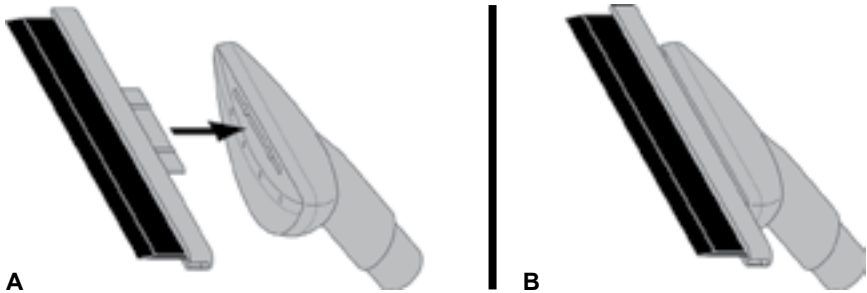

FIGURE 6
1. Alignez le racloir et la buse à tissu, comme illustré (FIGURE 6-A).
2. Insérez la languette du racloir dans la fente sur la face de la buse à tissu (FIGURE 6-B). Appuyez jusqu'à ce que le racloir soit fermement inséré.